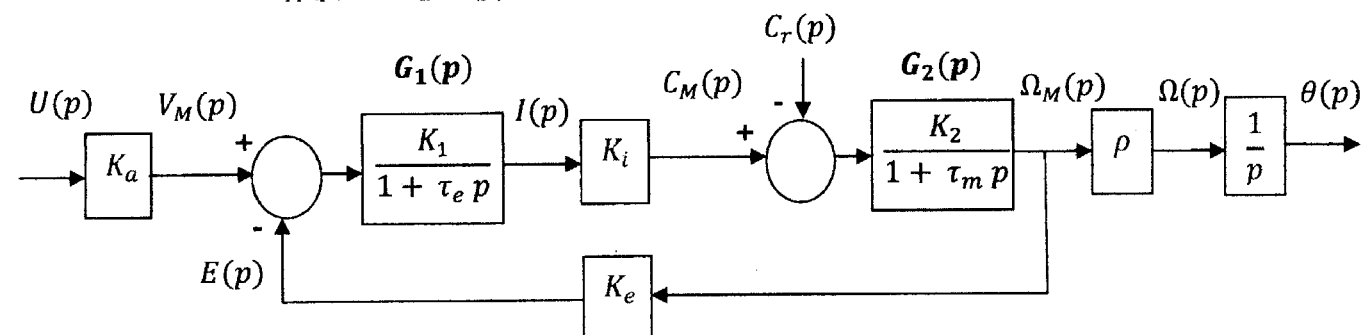

Figure C.7 : Schéma fonctionnel du dispositif de déplacement vertical à base d'un moteur à courant continu.
C.2.1.1. Ecrire les équations de (1) à (7) du comportement électromécanique du système dans le domaine de Laplace puis **Compléter** le schéma fonctionnel donné par la figure C.7 :
C.2.1.2. Préciser les expressions du gain statique K_1 et de la constante de temps électrique τ_e de $G_1(p)$ ainsi que les expressions du gain statique K_2 et de la constante de temps mécanique τ_m de $G_2(p)$ (Figure C.7).